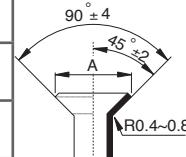

Fig. 6.7
- Montati piulitele de expanziune la ambele capete ale conductei. Verificati daca piulitele se afla in pozitie corecta, intrucat nu le mai puteti schimba dupa expanziune (fig. 6.7).